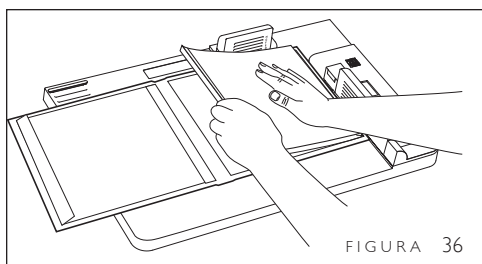

FIGURA 36
4. Ponga el bloque de páginas encuadernado en posición *invertida*, contra los topes verdes traslúcidos de la guía, y presione hacia abajo para fijar el bloque de páginas a la zona adhesiva angosta (Figura 36). La ventana del bloque de páginas y la de la tapa deben quedar alineadas y posicionadas a nivel con la tapa.